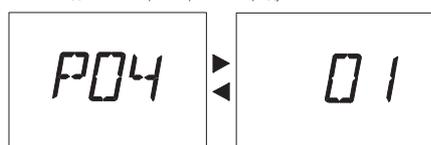

Рис. 25
- 6 На ЖК-дисплее параметр **P04** чередуется с **01** (Рис. 25).